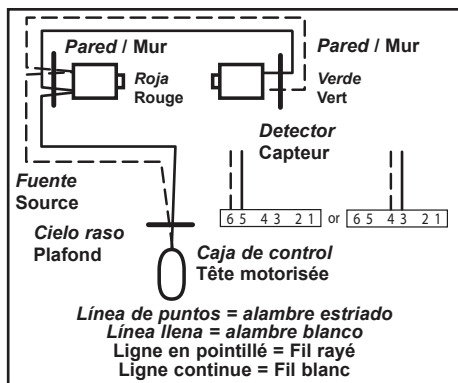

FIG. 4-5b Métodos del detector y fuente pre-alambrados. Méthodes de câblage du capteur et de source pré-câblés.
- Corra el alambre de la pared a los detectores del Safe-T-Beam® (Fig. 4-5b).
- Corra el alambre del cielo raso a la caja de control (Fig. 4-5b).
- Acheminer el fil du mur aux capteurs Safe-T-Beam® (Fig. 4-5b).
- Acheminer el fil du plafond à la tête motorisée (Fig. 4-5b).